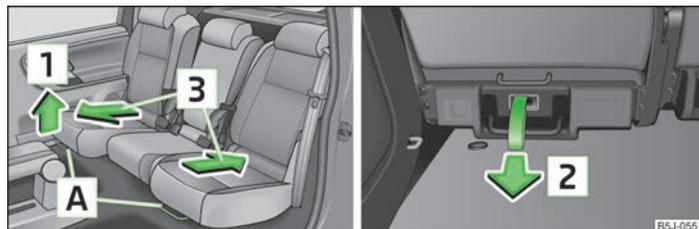

Abb. 38 Entriegelung vorn / hinten
- › Den Hebel **A** » Abb. 38 nach oben in Pfeilrichtung **1** oder an der Entriegelungsschleife in Pfeilrichtung **2** ziehen und den Sitz in die gewünschte Position in Pfeilrichtung **3** verschieben.